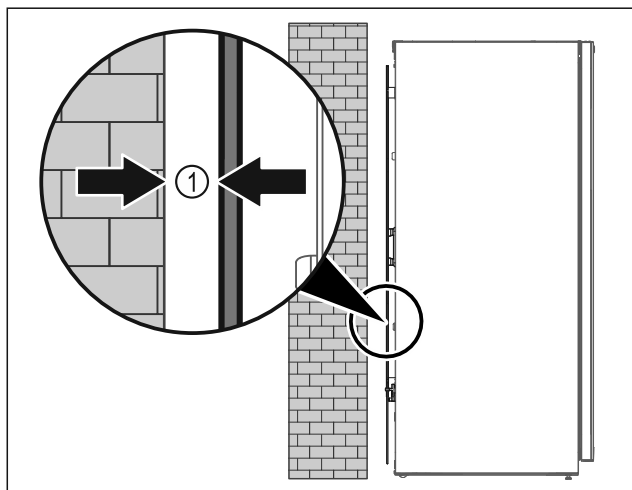

Fig. 8
- ▶ Pange seade üles kas vabalt ruumi või vahetult vastu seina minimaalse vahekaugusega 5 mm Fig. 8 (1).